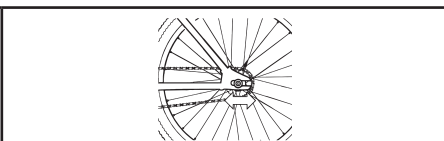

Рис. 24: Для изменения натяжения цепи следует двигать ось заднего колеса в дропаутах рамы.
- 2 | Движением колеса за оси втулки (см. рис. 24) натяните цепь до необходимого уровня. Следите при этом, чтобы плоскость колеса оставалась параллельной продольной оси велосипеда;